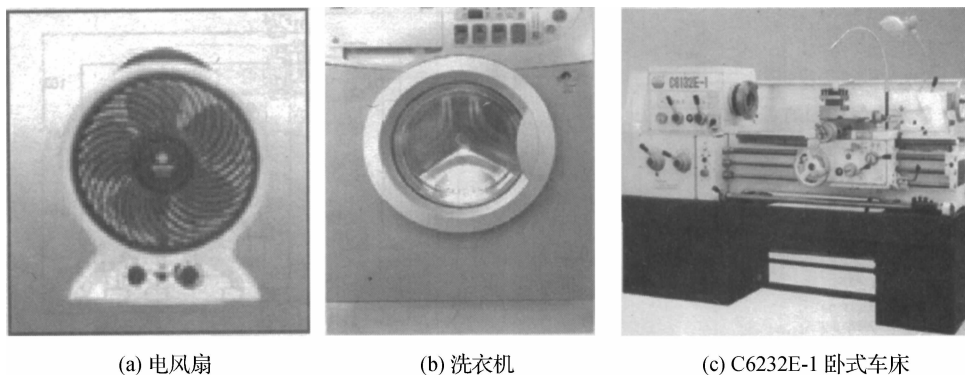

图 1-6 家用电器和生产机械
**想一想:** 你熟悉图 1-6 所示的家用电器和工厂中使用的生产机械吗? 你还能列举出使用电力使其运转的其他家用电器和生产机械吗? 它们的运转是用什么电气设备来拖动的?